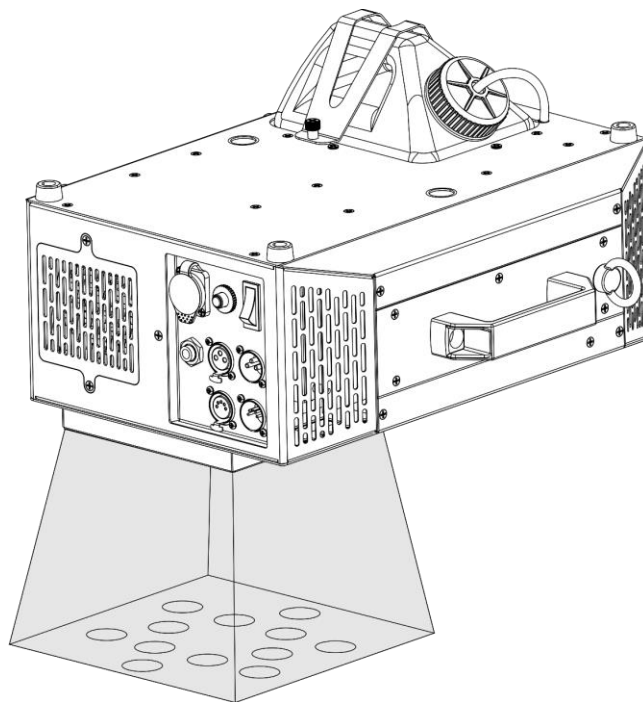

Fig. 25
- 20) Ora è possibile utilizzare il dispositivo in posizione capovolta, come mostrato nella Fig. 25.